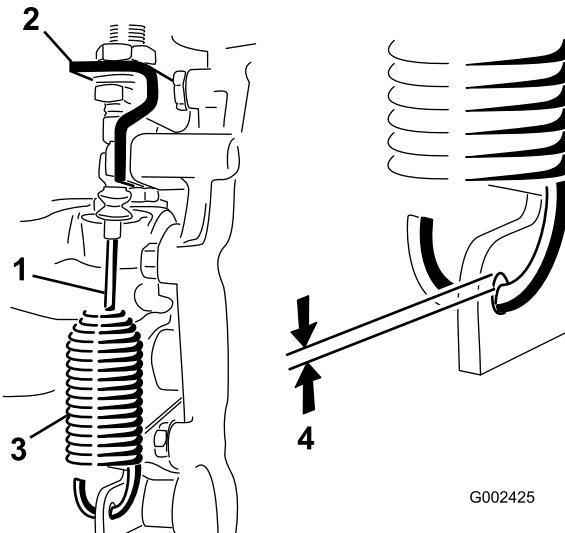

Figure 55
2. Desserrez les écrous de blocage qui fixent le câble de blocage du différentiel au support de la boîte-pont (Figure 55).